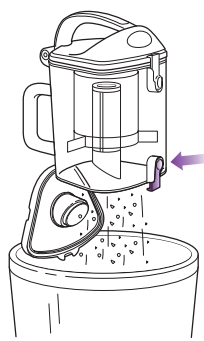

Fig. 18
- 2 Tenir le récipient à poussière au-dessus d'une poubelle et presser le bouton de dégagement de la porte du fond. (Fig. 18) Tapez doucement pour le vider. Refermez la porte en appuyant jusqu'à ce que vous entendiez un déclic.